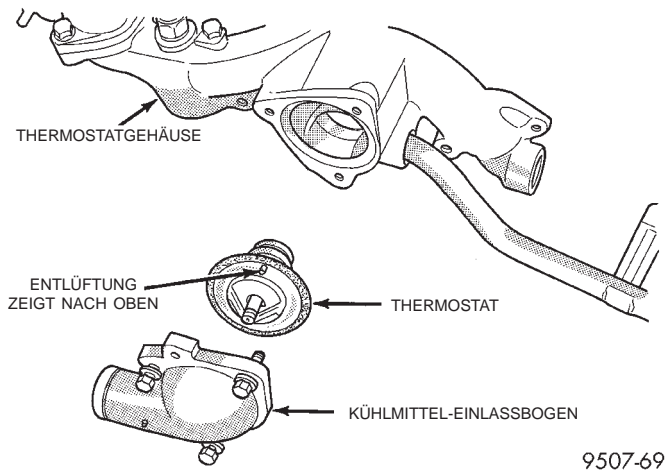

Abb. 30 Thermostat, Gehäuse und Einlaßbogen
- (1) Das Kühlsystem bis zum Niveau des Thermostaten oder darunter entleeren.
- (2) Den Schlauch des Kühlmittel-Ausgleichsbehälters und die Schrauben des Einlaßbogens herausdrehen. Den Einlaßbogen abnehmen (Abb. 30).
- (3) Den Thermostat ausbauen und die Dichtflächen reinigen.
- (1) Den Thermostat in das Thermostatgehäuse einsetzen. Den Einlaßbogen ansetzen und die Befestigungsschrauben mit einem Anzugsmoment von 12 N·m (133 in. lbs.) festziehen (Abb. 30).
- (2) Das Kühlsystem befüllen. Näheres hierzu siehe den entsprechenden Abschnitt in diesem Kapitel.